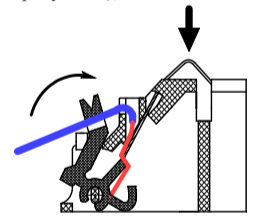

Рисунок 2
- ввести в канал провод и зафиксировать его, поджав кнопку-зажим до упора (см. рисунок 2);
- проверить надежность соединения для чего необходимо надавить на изгиб контакта, имитируя нажим известителем (см. рисунок 2) и потянуть провод на себя;
- завести провод в паз, расположенный на кнопке-зажиме (см. рисунок 2).